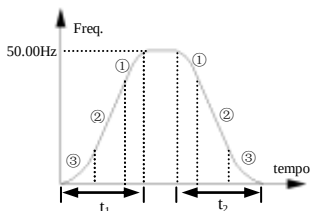

Fig.6-2 Acel/Desacel em curva S
1 Modo Aceleração/Desaceleração em curva S. A frequência de saída aumenta e diminui de acordo com a curva S, conforme Fig.6-2.
Tempo de partida da Curva S é mostrado na Fig. 6-2③, parte suave e acelera a variação de frequência.
Tempo de subida da Curva S é mostrado na Fig.6-2②, mantém a aceleração constante da variação de frequência.
Tempo de finalização da Curva S é mostrado na Fig.6-2①, desacelera a variação de frequência a 0.